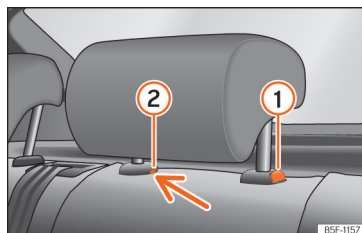

Fig. 100 Encostos de cabeça traseiros desmontagem.
- Pressione o botão » » Fig. 100 ① , pressionando ao mesmo tempo através do orifício da trava de segurança ② com uma chave de fendas plana com um máximo de 5 mm de largura e retire o encosto de cabeça.